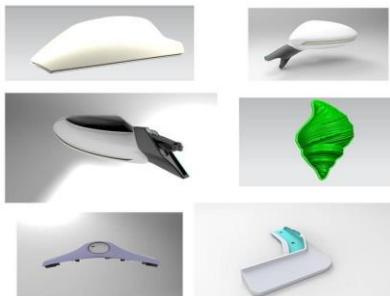

图 4.1 零部件的设计
1. 零部件的设计：用于零部件二次设计、质量检测、产品外观设计等，见图 4.1；